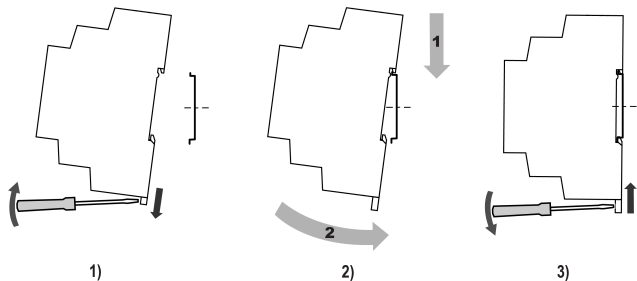

Рисунок 1 – Установлення пристрою
2. Встановити пристрій на DIN-рейку відповідно до *рисунок 1* у напрямку стрілки 1;
2. Виконати дії *рисунок 1* у зворотному порядку.